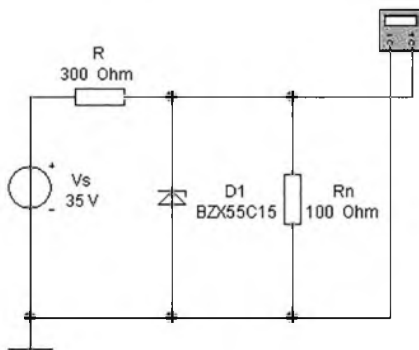

Рис. 2.2. Схема параметрического стабилизатора напряжения
2.2.2. Установить режим работы мультиметра согласно рис. 2.2.
2.2.8. Собрать схему согласно рис. 2.2.